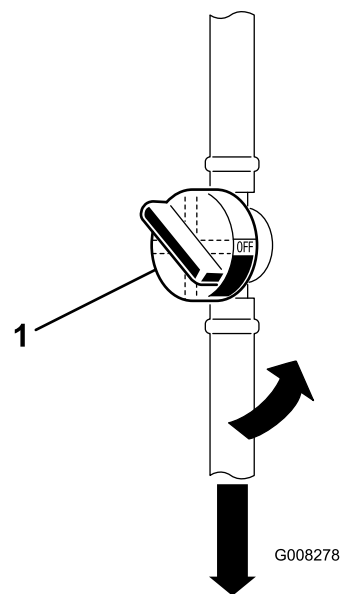

Figura 29
5. Chiudete la valvola di intercettazione del carburante (Figura 29).
7. Premete le estremità delle fascette stringitubo ed allontanatele dal vecchio filtro del carburante (Figura 29).